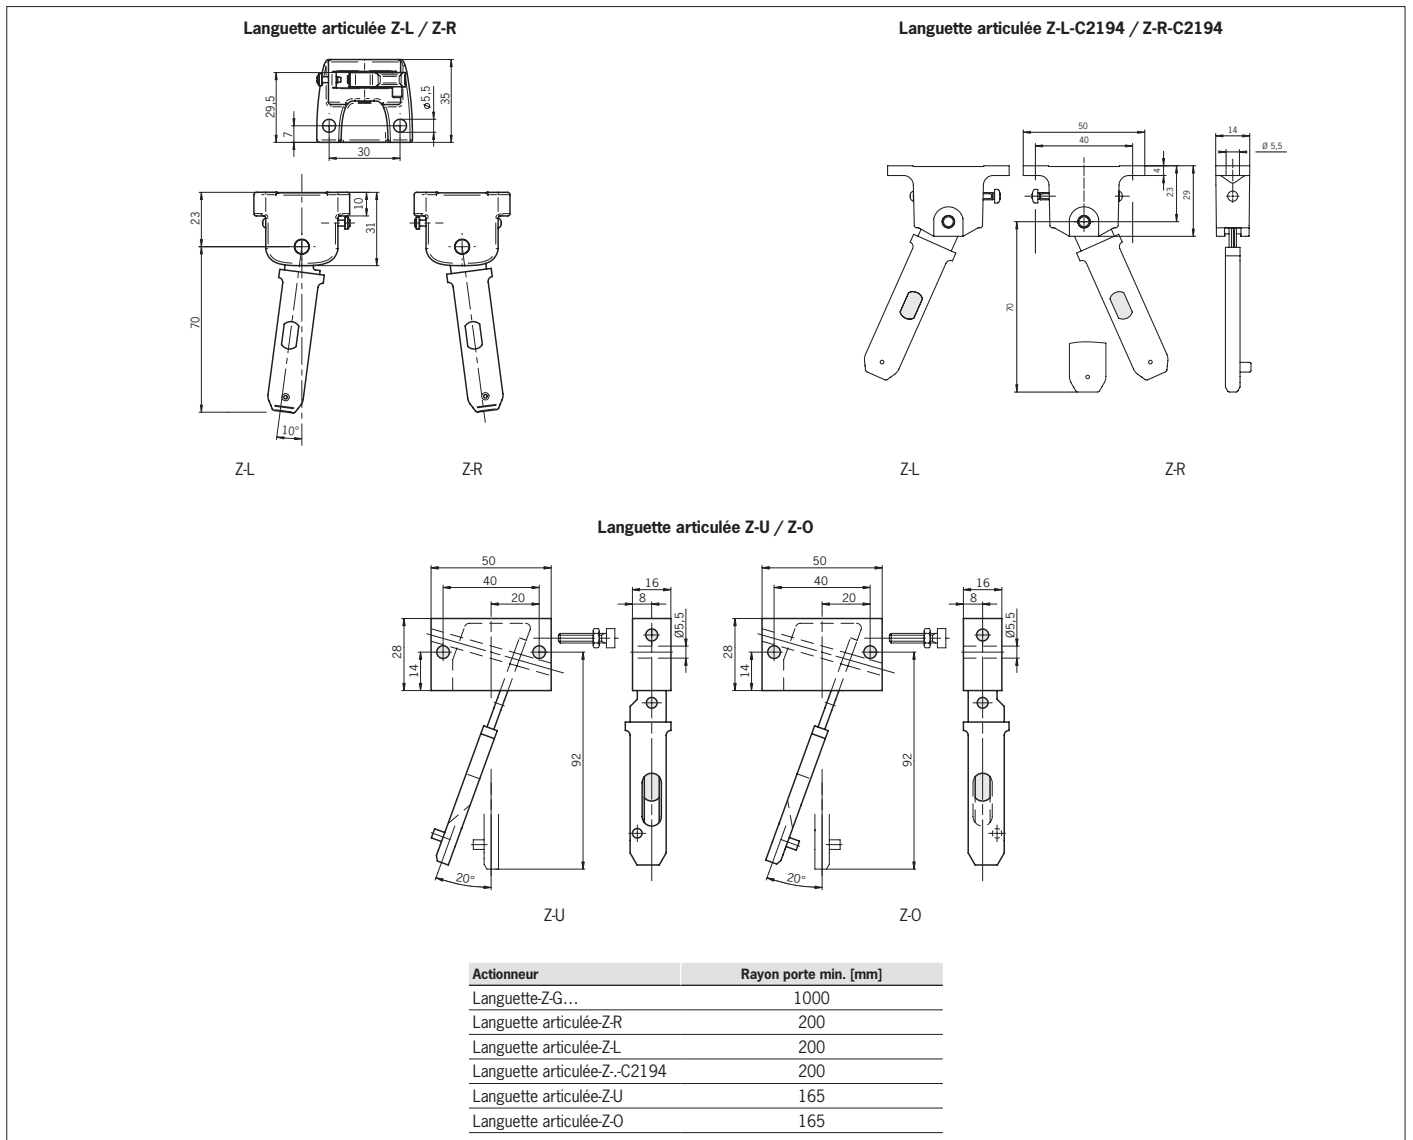

Fig. 5 : Rayons de porte minimum
▶ Tenga también en cuenta el radio de puerta y las posibilidades de fijación (consulte la Fig. 5).